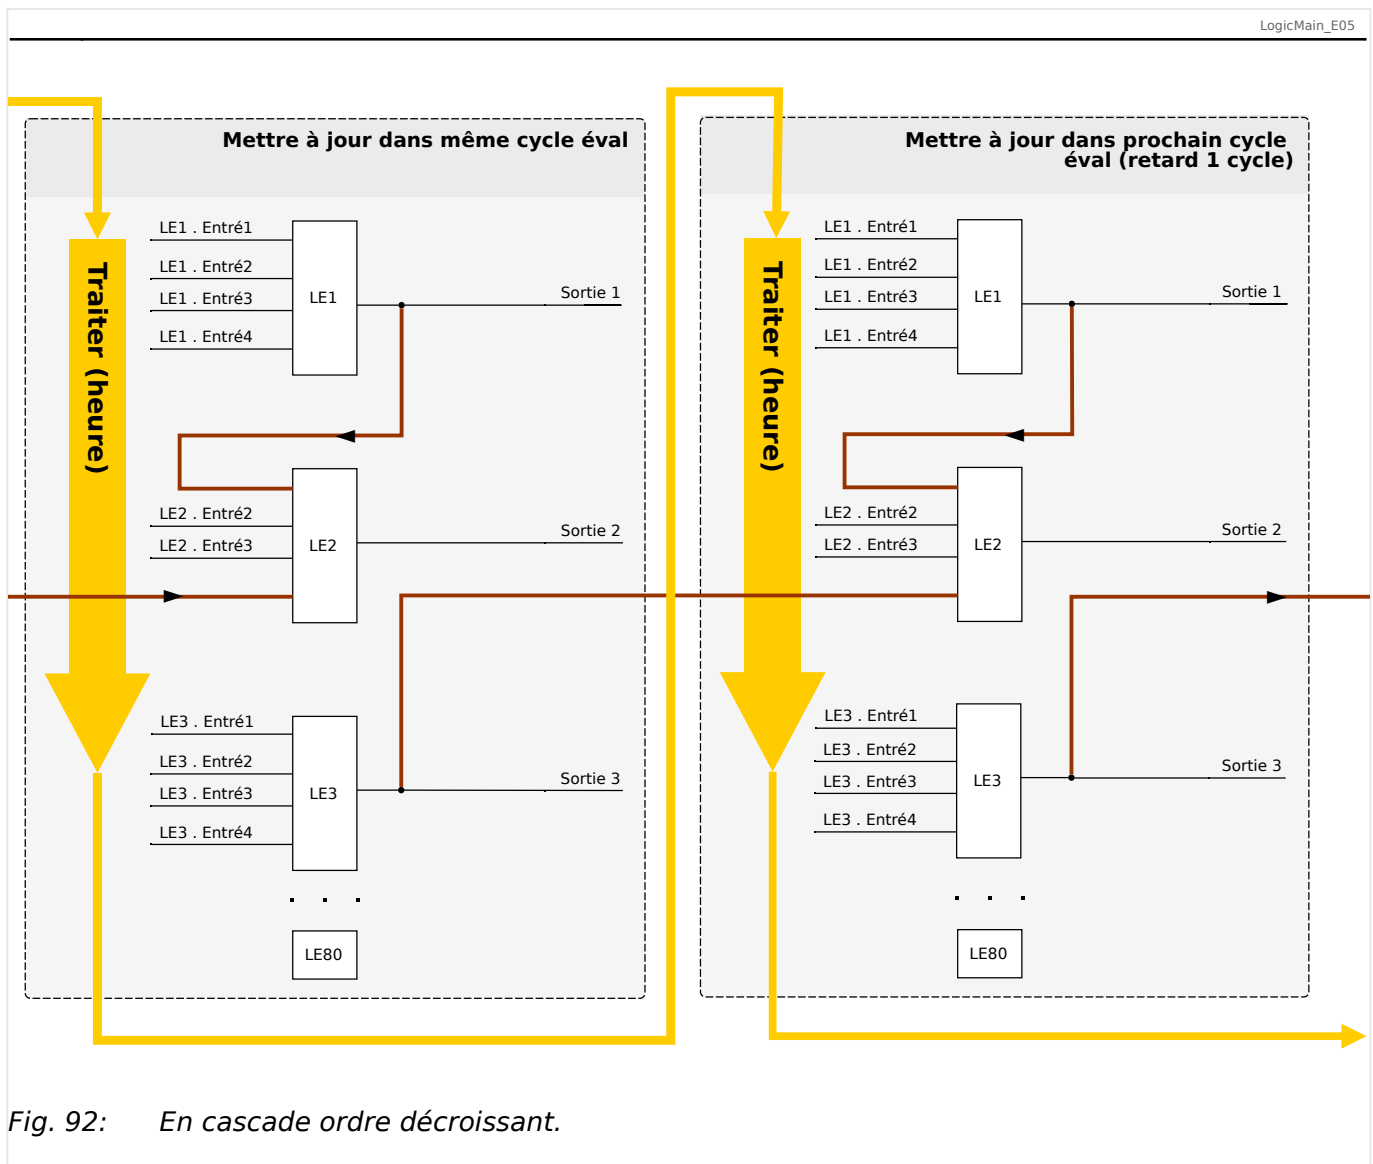

Fig. 92: En cascade ordre décroissant.
- Dans une séquence **descendante**, certaines sorties sont injectées en entrée dans une équation logique portant un numéro **plus bas**. Par exemple, le schéma  Fig. 92 indique que le résultat de l'équation logique LE3 est utilisé en tant qu'entrée de l'équation logique LE2.
Les séquences ascendantes et descendantes peuvent être utilisées et combinées les unes avec les autres, sans différence immédiate. Toutefois, en raison de l'évaluation de toutes les équations par ordre ascendant, les valeurs de temps de fonctionnement réelles qui sont injectées en entrée d'une équation auront un « âge » différent, comme on peut le voir dans  Fig. 91 et  Fig. 92 ci-dessous.
Dans l'exemple présenté dans Fig. 92 ci-dessus, l'équation logique « 2 » utilise les états de sortie de deux autres équations, les équations logiques « 1 » et « 3 ». Le résultat de l'équation logique « 1 » est utilisé dans l'ordre ascendant. Il a par conséquent été évalué au cours du même cycle de traitement. Le résultat de l'équation logique « 3 » est utilisé dans l'ordre descendant. Il a par conséquent été évalué au cours du cycle de traitement précédent.